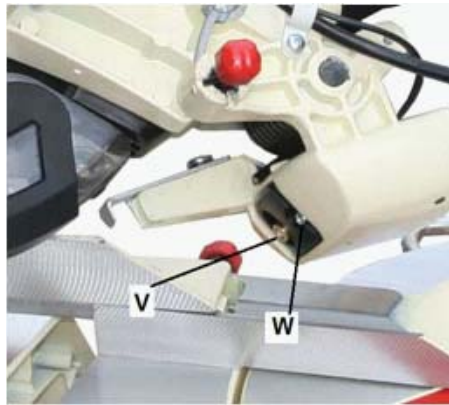

Рис. 9
- Лазерний покажчик (V, Рис. 9) необхідно налаштувати таким чином, аби промінь сполучився з лінією розпили.
- Використовуйте гвинт (W) для налаштування.